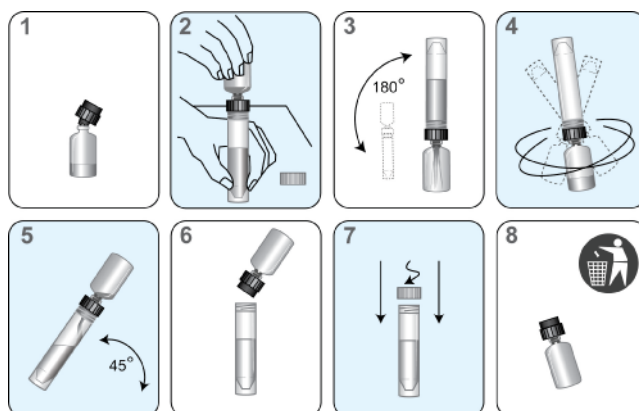

Figura 5. Processo di ricostituzione dei reagenti
- ii. Inserire con decisione sulla fiala l'estremità indentata del collare di ricostituzione (nero) (Figura 5, passaggio 1).
- iv. Appoggiare il flacone con la soluzione di ricostituzione su una superficie stabile (sul banco). Quindi capovolgere la fiala del reagente liofilizzato sul flacone con la soluzione di ricostituzione e fissare saldamente il collare al flacone con la soluzione di ricostituzione (Figura 5, passaggio 2).
- v. Capovolgere lentamente i flaconi assemblati (fiala fissata al flacone con la soluzione) per consentire alla soluzione di drenare nella fiala di vetro (Figura 5, passaggio 3).
- vi. Raccogliere i flaconi assemblati e rotearli per almeno 10 secondi (Figura 5, passaggio 4).
- c. Inclinare di nuovo lentamente i flaconi assemblati per consentire a tutta la soluzione di drenare nuovamente nel flacone della soluzione di ricostituzione (Figura 5, passaggio 5).
- d. Rimuovere con cautela il collare di ricostituzione e il flacone di vetro (Figura 5, passaggio 6).
- e. Rimettere il cappuccio sul flacone. Registrare sull'etichetta le iniziali dell'operatore e la data di ricostituzione (Figura 5, passaggio 7).
- f. Rimuovere il collare di ricostituzione e il flacone di vetro (Figura 5, passaggio 8).